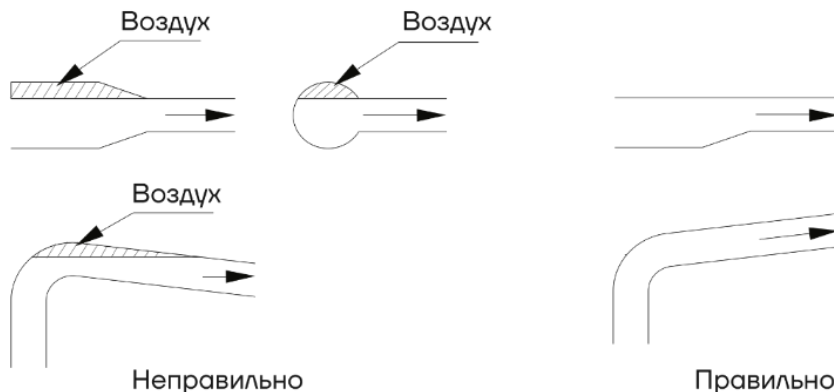

Рис. 10 Правильный монтаж трубопроводов
- при установке труб также необходимо следить за тем, чтобы в трубах не скапливался воздух, особенно в приемной трубе (см. рис. 10);